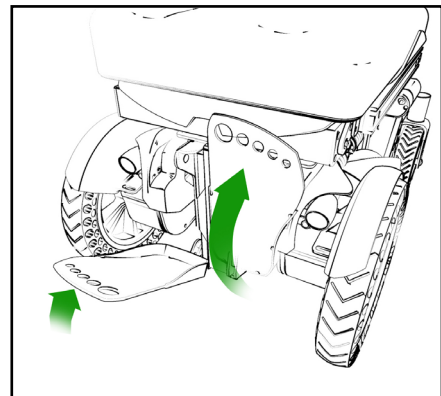

Abb. 6.1
- Klappen Sie die Fußrasten nach oben (siehe Abb. 6.1).